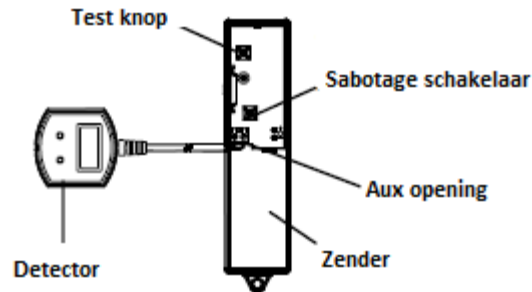

Fig. 2
1. Schroef het omhulsel van de zender los en open de voorkant. Gebruik een tang of mes om het plastic van de bedrading te breken. Verbindt de detector vervolgens met de AUX ingang van de zender op de printplaat en plaats de twee AAA alkaline batterijen (bekijk Fig. 2).